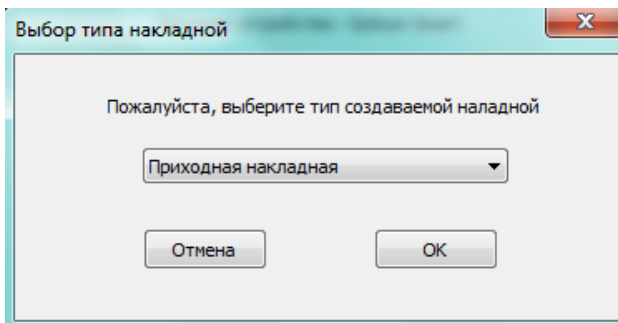

Рис. 453
4. В открывшемся окне (см. **Рис. 453**) необходимо выбрать тип накладной и нажать клавишу [OK].